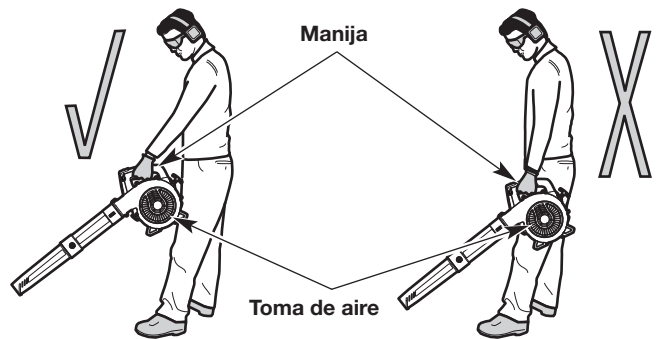

Fig. 8
- Párese en la posición de arranque (Fig. 8). Párese derecho. No se incline sobre el aparato.
- Sostenga la unidad delante y separada del cuerpo (Fig. 8).
**ADVERTENCIA:** A fin de evitar que se produzcan lesiones graves o daños a la unidad, **NO** sostenga la unidad en su costado (Fig. 8). El motor puede estar muy caliente. **NUNCA** bloquee la toma de aire.